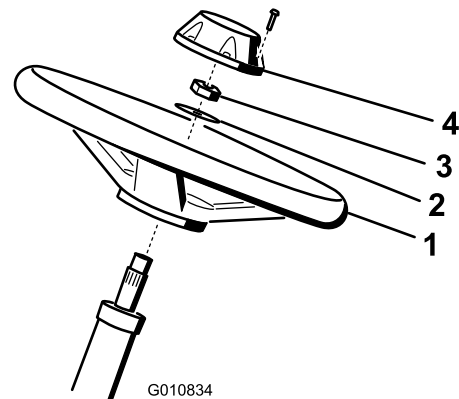

Figura 3
1. Deslice el volante sobre la columna de dirección (Figura 3).
2. Deslice la arandela sobre la columna de dirección (Figura 3).
3. Sujete el volante a la columna (Figura 3) con una contratuerca y apriétela a entre 27 y 35 N·m.
- Sujete el embellecedor al volante con el tornillo (Figura 3).